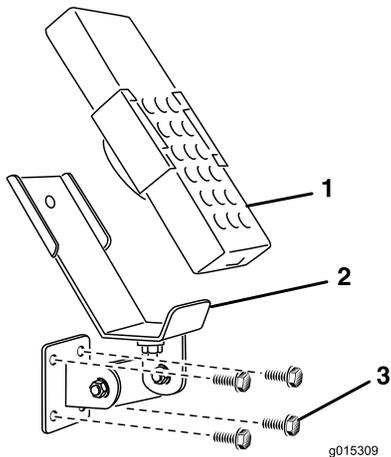
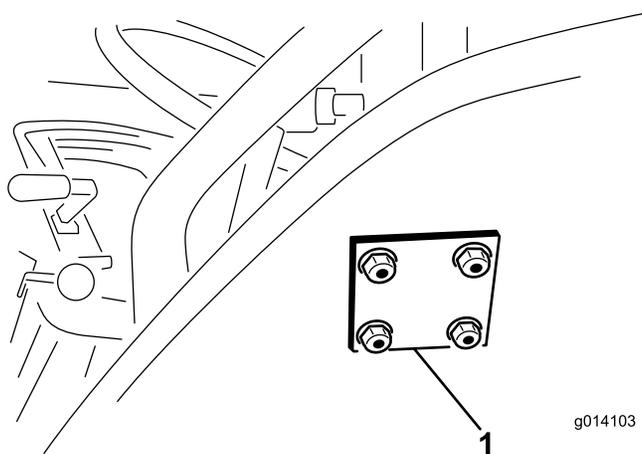

图12
图13
- 用四个 5/16 x 1-1/2 英寸凸缘头螺栓和凸缘锁紧螺母连接安装支架和支撑板（图12 和 图13）。